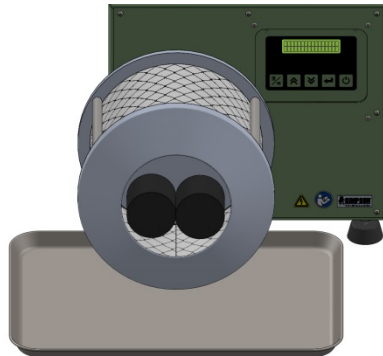

Abbildung 4: Rotations-Trommel Montiert am Tester
4. Die Montage vom Abrieb Tester ist nun beendet. (Abbildung 4).